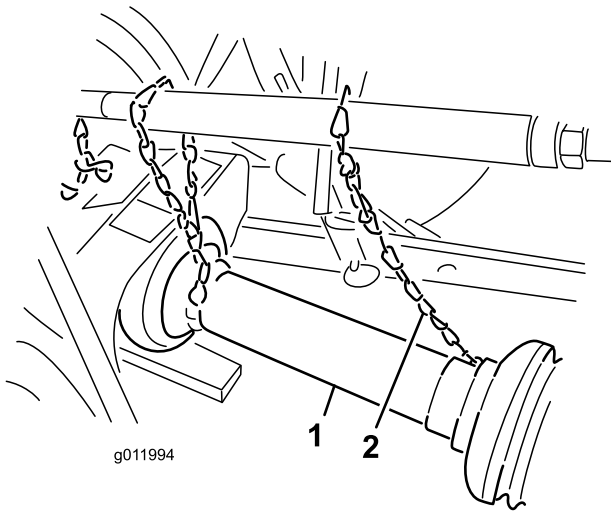

図 7
5. パワーシャフト部からのガード回り止め用の安全チェーンを、リンクアームに溶接されているクリップまたは PTO ガードに接続する 図 7。